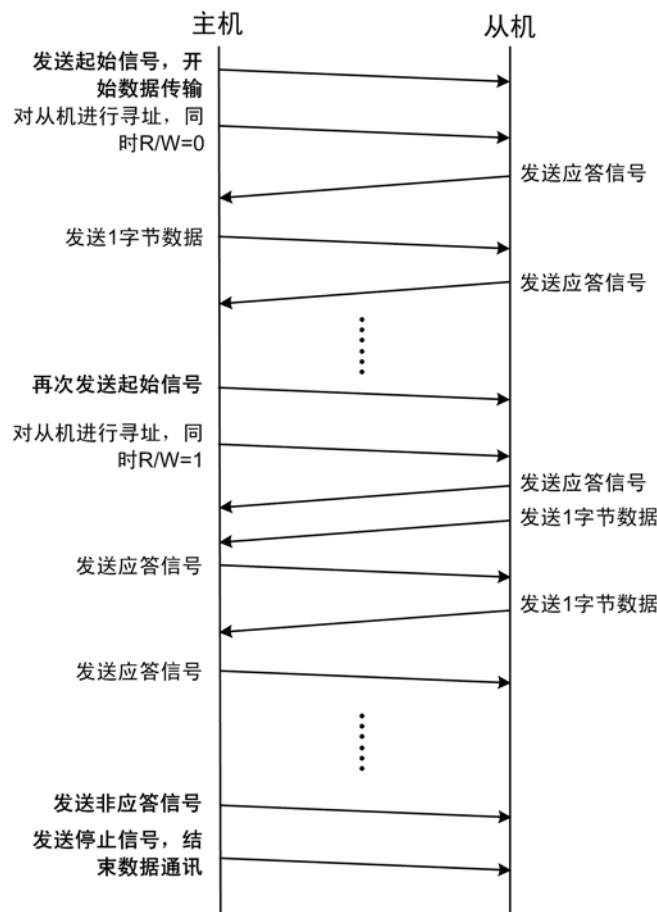

图 4.79 复合格式传输示例
- **复合格式:** 复合格式是上面两种格式的混合。如图 4.79所示为一个复合格式传输示例, 由主机负责开始数据通信, 并向从机发送数据, $R/\overline{W} = 0$ 。主机数据传输完毕后, 没有发送停止信号, 而是再次发送起始信号, 接下来主机读取从机中的数据, $R/\overline{W} = 1$, 当主机读取完毕后, 先发一个非应答信号, 然后发送